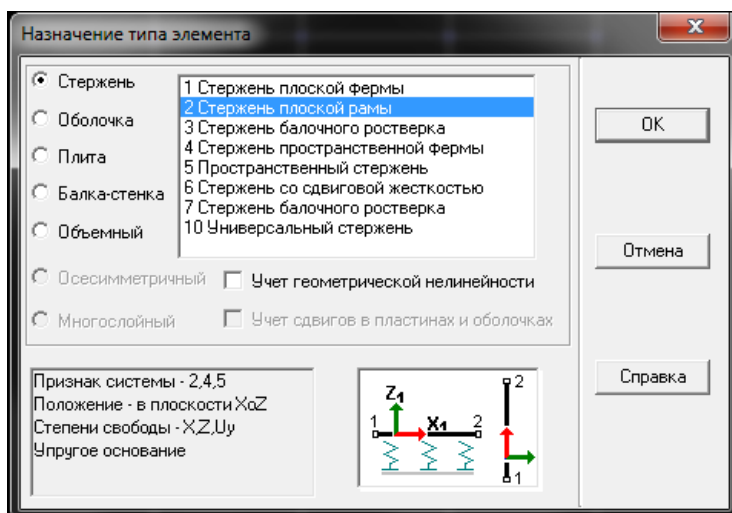

Рисунок 1.13 - Диалоговое окно SCAD для выбора типа конечных элементов
10. Тип конечных элементов (КЭ) играет не маловажную роль в точности определения напряженно-деформированного состояния конструкции от действия внешних нагрузок. Тип КЭ, наиболее точно подходящий для расчетной схемы можно выбрать в диалоговом окне **Назначение типа элемента** (рис.1.13), вызываемое нажатием кнопки  на инструментальной панели при активизированной вкладке **Назначение**.